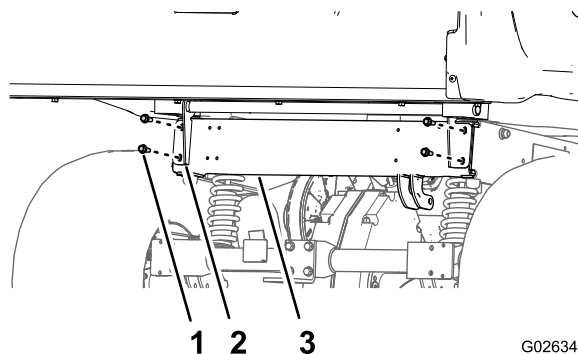

Figura 4
8. Rimuovete i 4 bulloni a testa flangiata (3/8 x 1 poll.) che fissano le staffe con cerniera del pianale al canale del telaio posteriore della macchina (Figura 4).
- 11. Rimuovete i 4 bulloni a testa flangiata (3/8 x 1 poll.) che fissano le staffe con cerniera del pianale al canale del telaio posteriore della macchina (Figura 4).